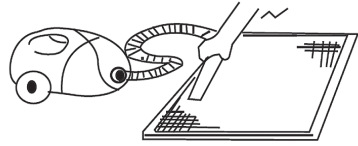

Рис. 1
2. Очистите фильтр с помощью пылесоса. Если фильтр сильно загрязнен, сполосните его водой. Рис. 1, 2.